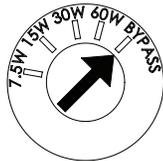

Figure 27
4. Utilisez un tournevis plat pour mettre la sortie du transformateur sur BYPASS comme représenté dans la figure 27.